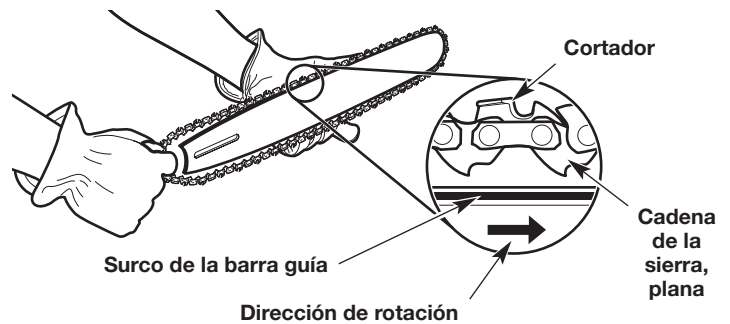
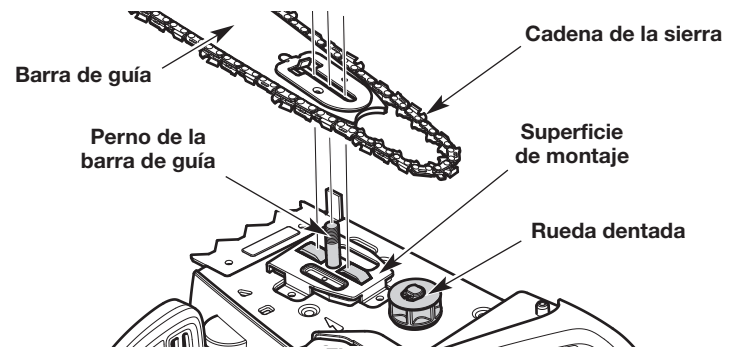

Fig. 44
Fig. 45
3. Extraiga cuidadosamente la cadena de la sierra y la barra de guía (Fig. 45).
3. Coloque la cadena de la sierra en el surco de la barra guía (Fig. 44). Compruebe que los cortadores están en la dirección correcta de rotación (Fig. 44). Mantenga un lazo de la cadena de la sierra en el extremo trasero de la barra guía (Fig. 44).
4. Mantenga la cadena de la sierra y la barra guía juntas en la posición sobre la unidad. Enganche la cadena de la sierra alrededor de la rueda dentada de impulsión e instale la barra guía sobre el perno de la barra de guía (Fig. 45). Compruebe que la barra guía esté al ras contra la superficie de montaje (Fig. 45). Compruebe que las partes planas sobre la cadena de la sierra están en los surcos de la rueda dentada de impulsión (Fig. 44).